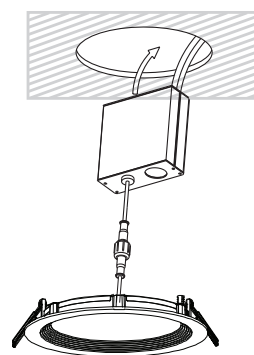

Fig. 2
- 7.) Mettre tout le câblage et les connexions dans le boîtier et fermer le couvercle. Pour les applications de remodelage, insérer le boîtier de jonction dans le plafond. (**Fig. 2**)